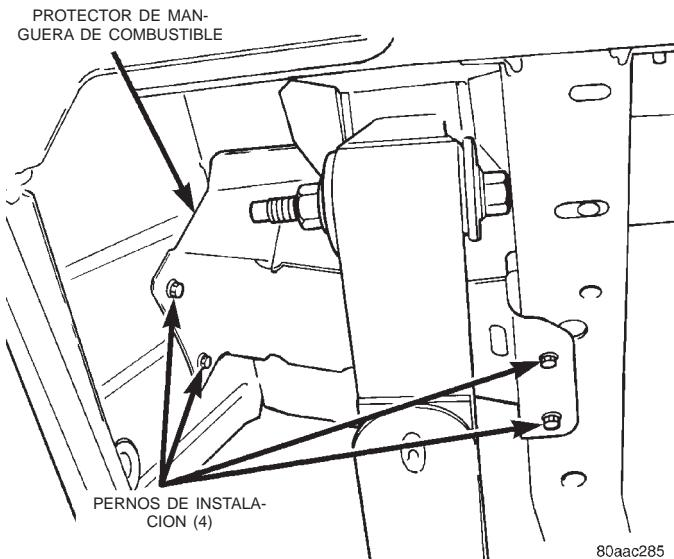

Fig. 33 Protector de manguera de combustible
- (1) Desconecte el cable negativo de la batería.
- (2) Descargue la presión del sistema de combustible. Consulte Procedimiento de descarga de presión del sistema de combustible en este grupo.
- (3) Eleve y apoye el vehículo.
- (4) Retire la placa de deslizamiento del depósito de combustible, si está equipada. Para informarse sobre los procedimientos, consulte el grupo 23, Carrocería.
- (5) Retire los 4 pernos de instalación del protector de manguera de combustible y retire el protector de manguera de combustible (Fig. 33) de la carrocería.